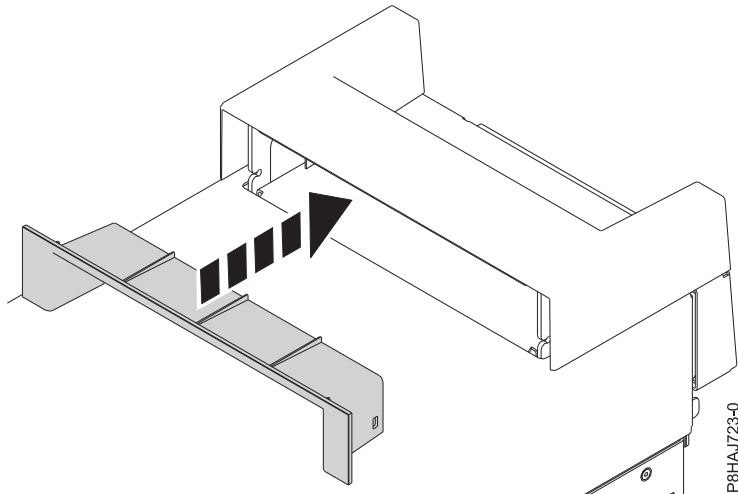

Figura 25. Inserción de la pieza en la tapa de asa en un sistema 8286-41A autónomo
2. Inserte la pieza en la tapa de asa presionándola con firmeza, tal como se muestra en la Figura 25 en la página 46.